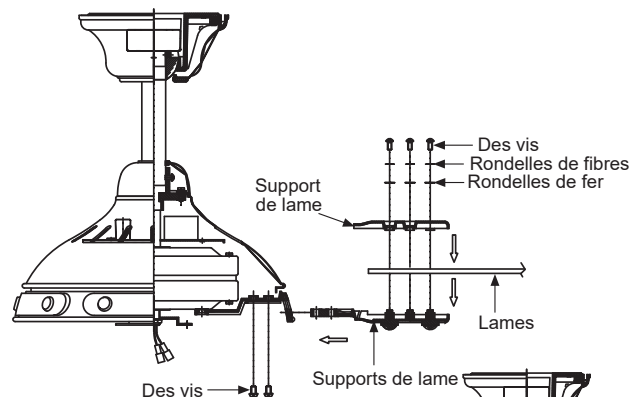

Fig. 17
Étape 1. Placez une lame entre un support de lame et un médaillon de support de lame. Fixez les trois pièces à l'aide des vis, des rondelles en fibre et des rondelles en fer fournies. (Fig. 17)
Étape 2. Fixez chaque lame au moteur à l'aide de deux vis de montage pour chaque lame. (Fig. 17) **REMARQUE:** Assurez-vous que ces vis de montage sont bien serrées.